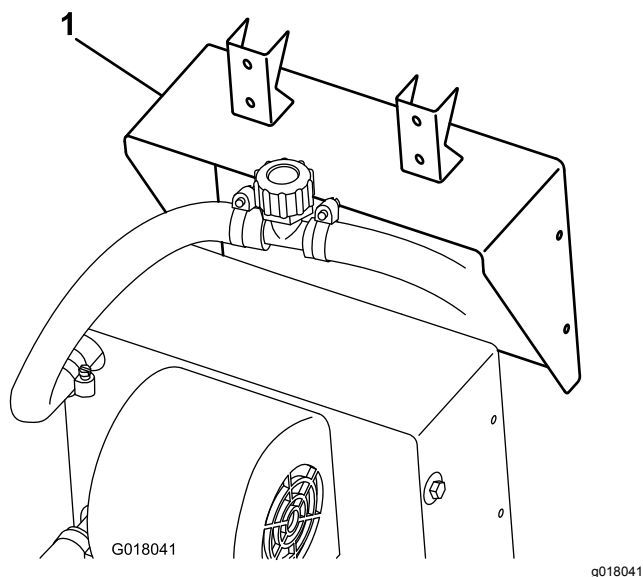

Figura 3
1. Fissate l'apposita staffa al riscaldatore utilizzando le viti in dotazione (**Figura 3**).